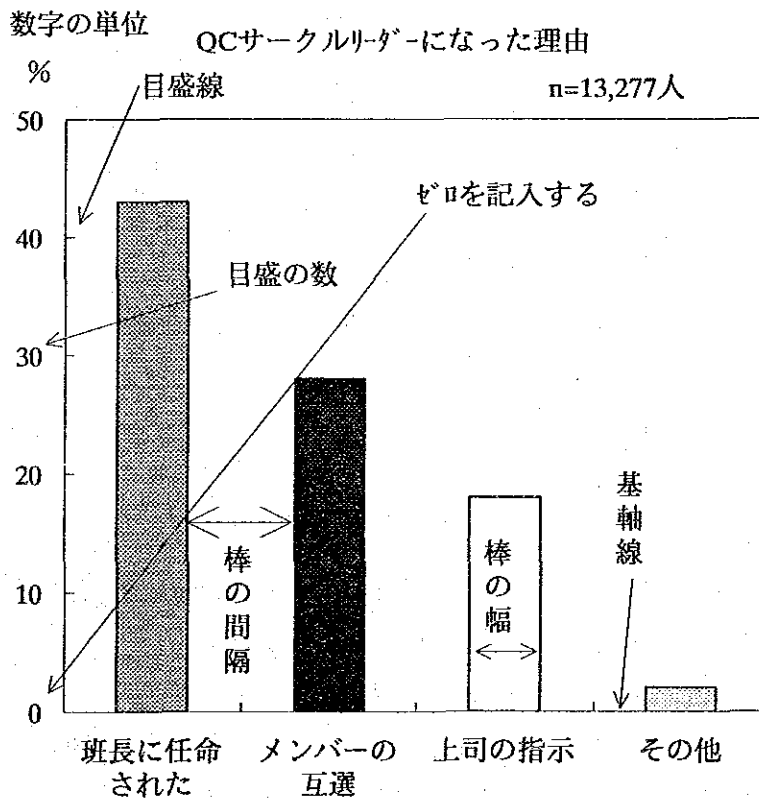

図1-3
- (g) **数字の単位** 縦棒グラフは目盛の数字の外側の下部か最上部に記入する（図1-3）。横棒グラフは基軸線のゼロの数字の左上に記入する。
(2) 折れ線グラフ（線図、経過図表とも呼ぶ）